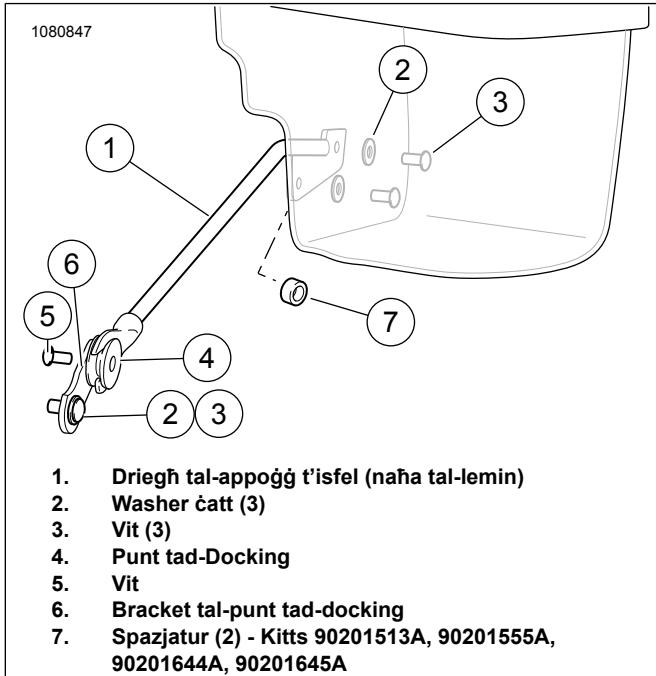

Figura 4. Appoġġ tad-Driegħ t'Isfel
1. Ara Figura 4 . Applika t-threadlocker mal-kamini tal-vit (3). Konsumabli: LOCTITE 243 MEDIUM STRENGTH THREADLOCKER AND SEALANT (BLUE) (99642-97)
- Ara Figura 4 . Installa I-punt tad-docking (4) fuq il-bracket tal-punt tad-docking (6) b'vet (5). Il-punt tad-docking għandu jkun iħares lejn in-naħha ta' barra meta installat fuq il-vettura. Issikka.
- Ara Figura 4 . Jekk il-vettura ma jkollhiex footpegs tal-passiġġier, installa I-bracket għal fuq il-frejm permezz ta' vit (3) u washer (2). Issikka.